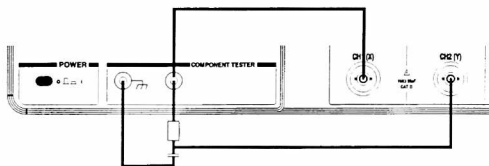

figure 11
- . mode de déclenchement (17) : AUTO
- Régler la commande LEVEL (14)
- . le coefficient de balayage (18) : 2 ms/div
- Raccorder le montage déphaseur RC ( $R = 14.7 \text{ k}\Omega$  et  $C = 0.22 \mu\text{F}$ ) selon la figure 11, en utilisant des sondes de mesure 1/1.
- Raccorder le montage déphaseur RC suivant la figure 11.